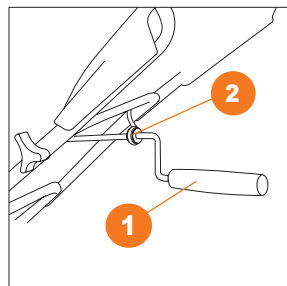

Рис. 10
3. Проденьте ручку изменения направления выброса **1** в фиксатор **2** расположенный на нижней рукоятке (Рис. 10).